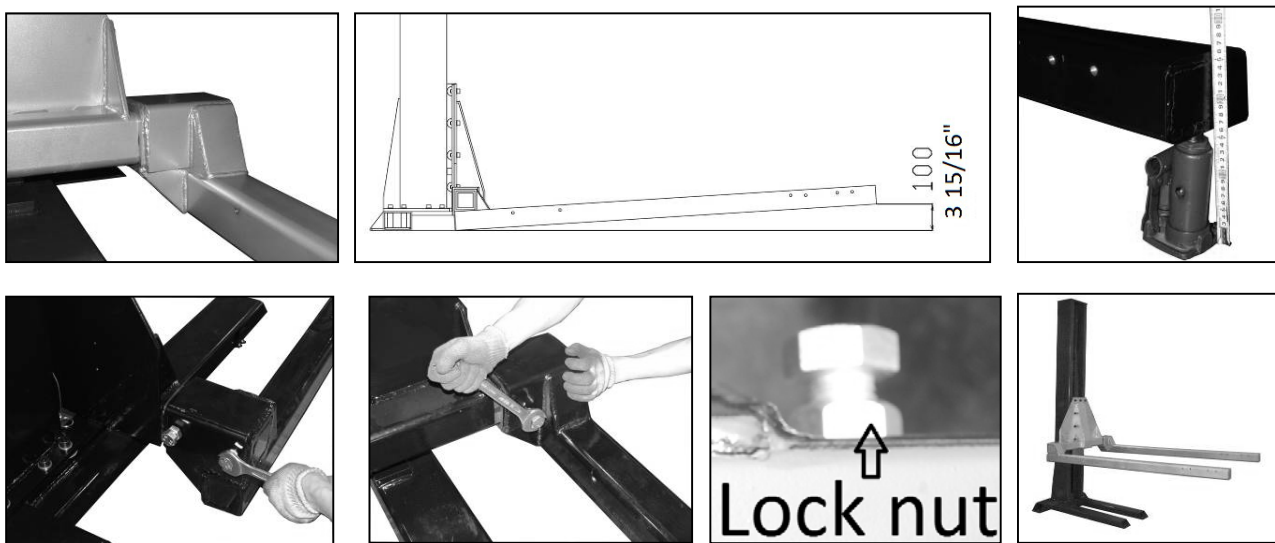

Figura: 9-A, B, C, D, E, F, G Montaggio del supporto
- 10) I due bracci vengono quindi posizionati sul transpallet (Fig. 9-A). Per garantire che le piattaforme siano in piano quando i vagoni sono parcheggiati, è necessario eseguire la seguente configurazione dei bracci:
Sollevarre prima le estremità posteriori dei bracci a circa 100 mm con un martinetto a carrello (Fig. 9-B, C). Serrare quindi le due viti posteriori e la vite anteriore (Fig. 9-D ed E). Quindi serrare il dado di bloccaggio nella posizione corretta.